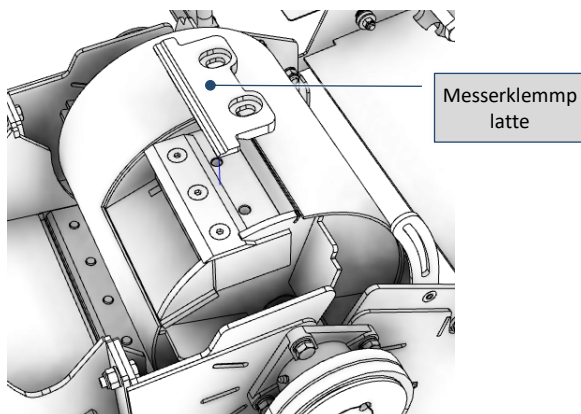

Abb. 9-28 – Entfernen der Messerklemmlatte
- 3) Entfernen Sie die Messerklemmplatte von der Zerkleinerungstrommel (Fig. 9-28);